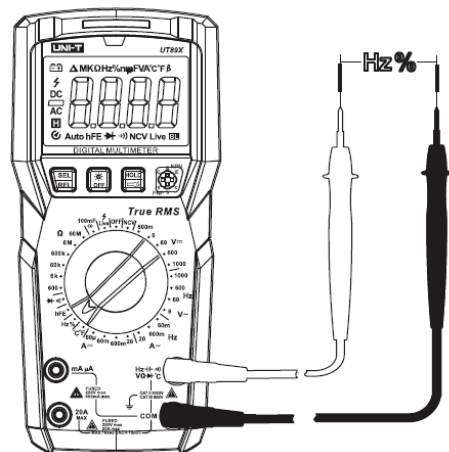

Рисунок 9
9.7 Измерение частоты, рабочего цикла (Рис.9)